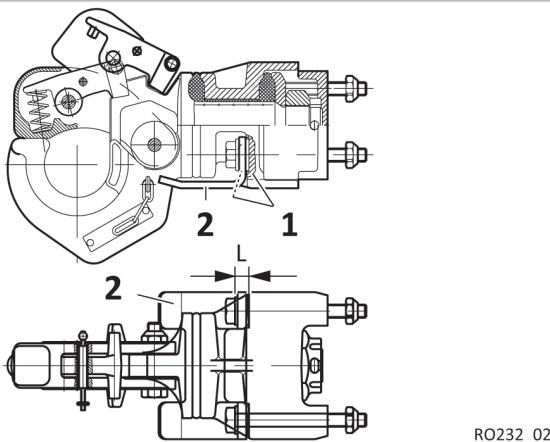

Abb. 1: Verdrehssicherung
- ▶ Verdrehssicherung (2) aufsetzen.
- ▶ Scheibe (1) einsetzen.
- ▶ Schrauben durchstecken, siehe Abb. 1.